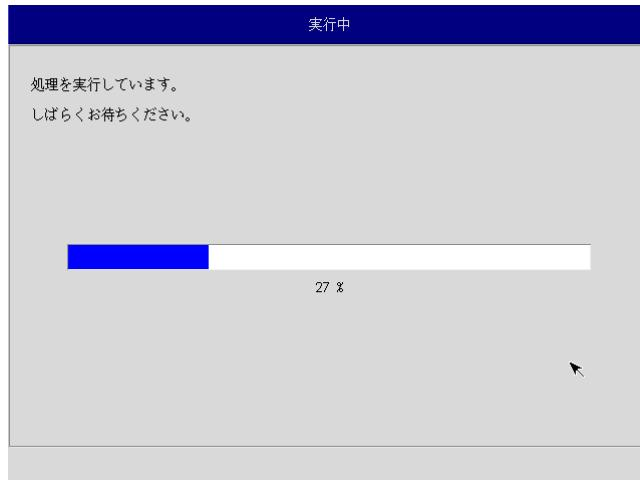

図5-2-8. 実行中画面
- ⑫ 実行中画面（図5-2-8）が表示され、処理が開始されます。実行中はリカバリUSBメモリ、保存メディアを外さないでください。また、電源を落とさないようにしてください。